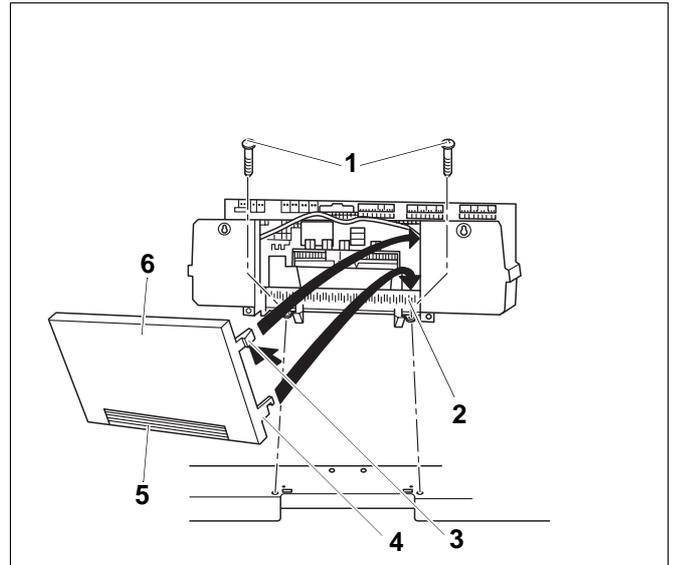

Abb. 15 Regelsystem Logamatic 4000 festschrauben
- Nur bei Regelsystem Logamatic 4000: Rückwandteil abnehmen (Abb. 15, Seite 33, **Pos. 6**).
Sie können bei Bedarf das Ausbrechteil (Abb. 15, **Pos. 5**) am Rückwandteil (Abb. 15, **Pos. 6**) ausbrechen bzw. ausschneiden.
- Die beiden unteren Haken (Abb. 15, **Pos. 4**) rechts und links an dem Rückwandteil (Abb. 15, **Pos. 6**) mit dem Schlitz in die obere Kante des Schellenrahmens (Abb. 15, **Pos. 2**) einsetzen.
- Die beiden oberen elastischen Schiebehaken (Abb. 15, **Pos. 3**) leicht nach innen drücken (Pfeil) und das Rückwandteil (Abb. 15, **Pos. 6**) so einlegen, dass die beiden Haken einrasten.